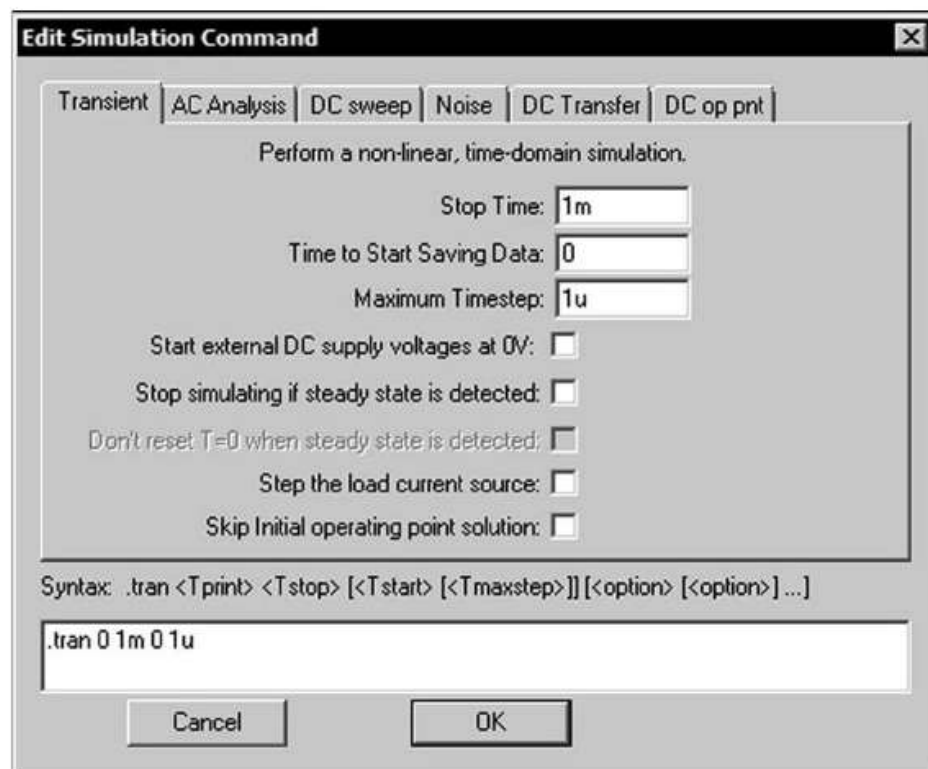

Figure 19.42
3. Nous demandons une simulation temporelle paramétrée et sélectionnée par la commande du menu **Simulate** \Rightarrow **Edit Simulation Cmd**. Comme nous souhaitons voir uniquement la réponse au front de montée, nous demandons une analyse de la première milliseconde et nous demandons un calcul toutes les microsecondes pour avoir une bonne résolution. Le paramétrage de la simulation est affiché sur la figure 19.42.